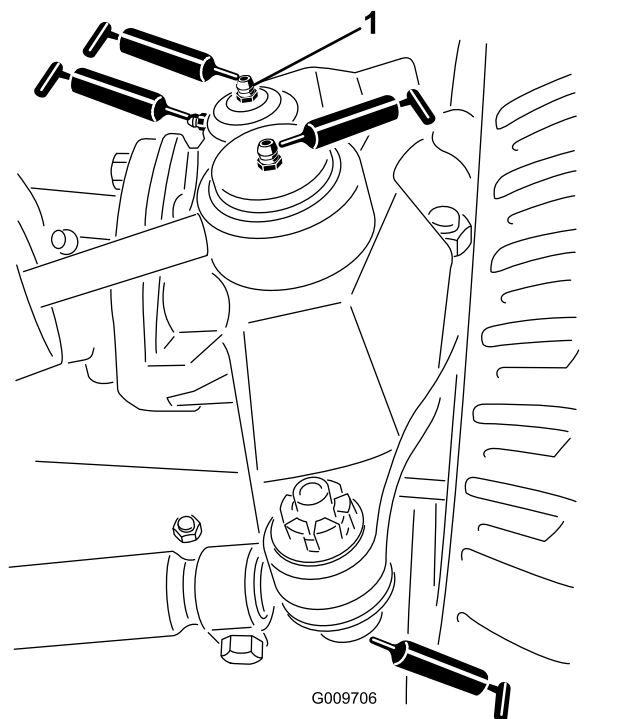

Figure 35
- Rotules de vérin de direction (2), comme montré à la Figure 35.
- Rotules de biellette de direction (2), comme montré à la Figure 35.
- Bagues de pivot de fusée (2), comme montré à la Figure 35.